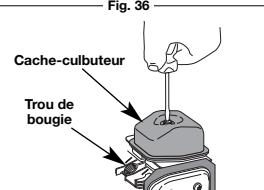

Fig. 37
- 5. Nettoyez toute saleté autour du cache-culbuteur. Retirez la vis retenant le cache-culbuteur à l'aide d'un tournevis à lame plate large ou à mèche no. T-25 Torx (Fig. 37). Enlevez le cache-culbuteur et le joint.
- Le piston est au sommet de sa course lorsqu'on regarde par le trou de la bougie (Fig. 37)